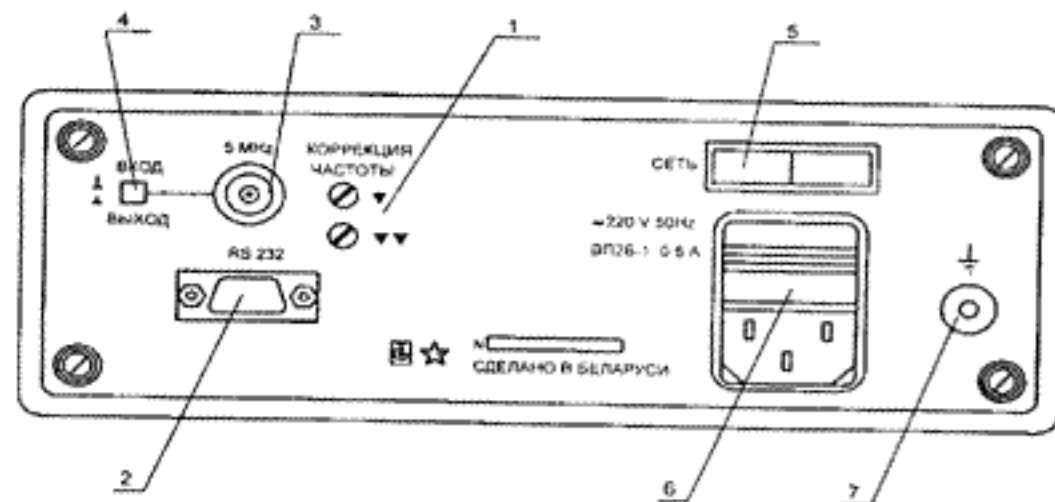

Рисунок 2.2 – Задняя панель частотомера. Расположение органов подключения
2.3.2 На задней панели частотомера (рисунок 2.2) расположены: